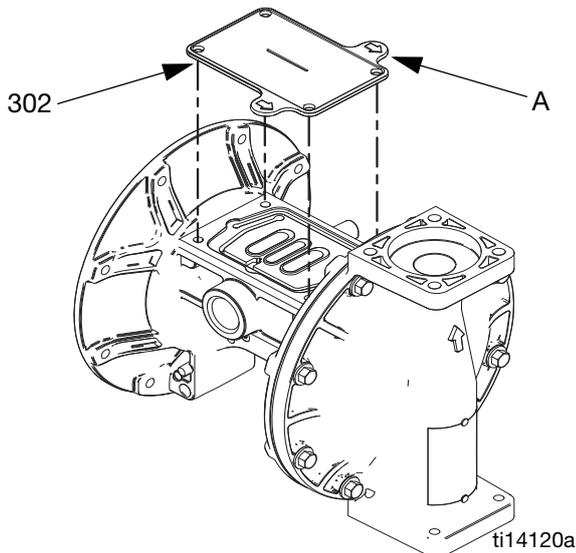

Fig. 9. Outil de couvercle à fluide
- c. Lubrifiez les joints en coupelle (106) de l'axe ainsi que la longueur et les extrémités de l'axe de membrane (104). Glissez l'axe dans le boîtier.
- f. Refixez le premier couvercle à fluide (3). Consultez la section **Instructions concernant les couples de serrage**, page 18.
- a. Consultez FIG. 9. Placez l'outil fourni (302) dans l'emplacement habituel du joint (108) de la vanne d'air. Les flèches (A) doivent pointer vers le couvercle à fluide qui est déjà fixé.